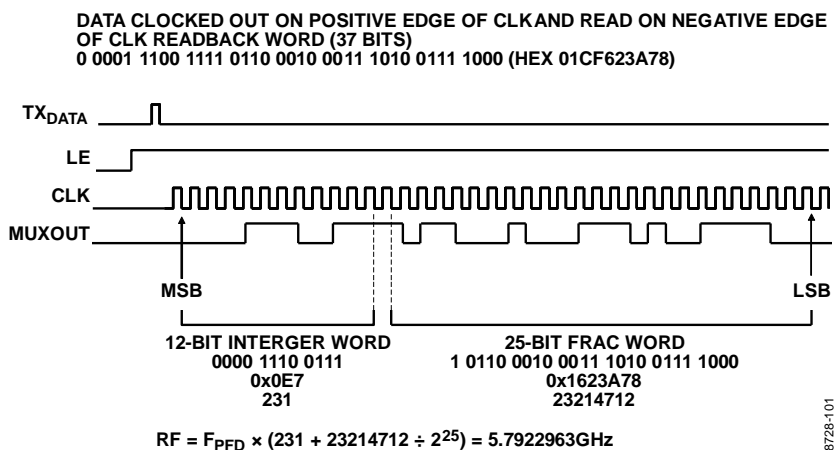

图43. 回读单一位以确定中断时刻的输出频率
单一位的回读机制显示于图43中。
- 频率回读(如“中断模式和频率回读”部分开始及图43所述)